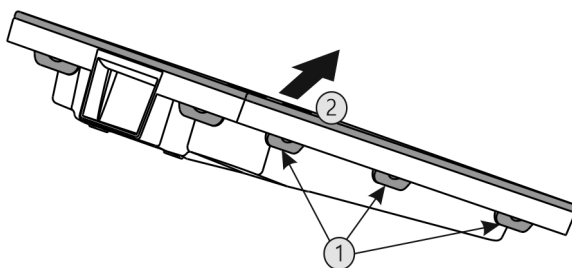

Fig. 41
- Postupne stlačte všetky spony Fig. 41 (1) a odoberte kryt Fig. 41 (2).